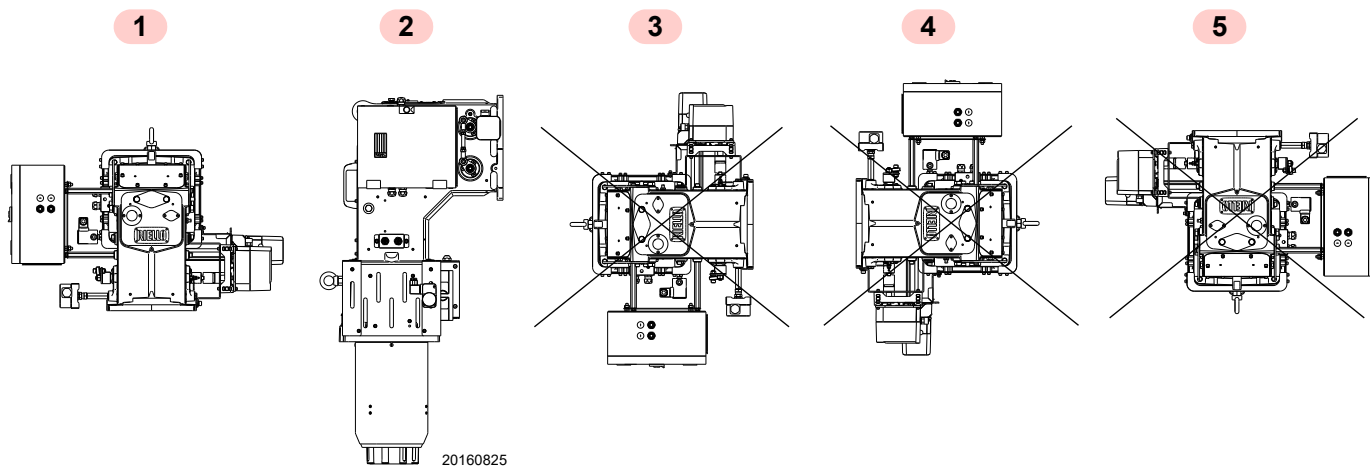

Fig. 11
- Il bruciatore è predisposto esclusivamente per il funzionamento nelle posizioni **1** e **2** (Fig. 11).